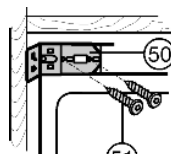
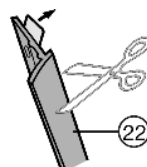

Fig. 16
Fig. 17
- ▶ Het bevestigingshoekstuk Fig. 16 (50) met de lange schroef los op het apparaat schroeven Fig. 16 (51).
- ▶ Trek de beschermfolie van de afdeklijst Fig. 17 (22). Breng de lijst aan de zijkant van het apparaat (zijkant van de greep en gelijk met de voorkant) aan de onderkant van de bevestigingshoek Fig. 16 (50) aan en plak deze vast.
- ▶ Afdeklijst Fig. 17 (22) zo nodig inkorten.*